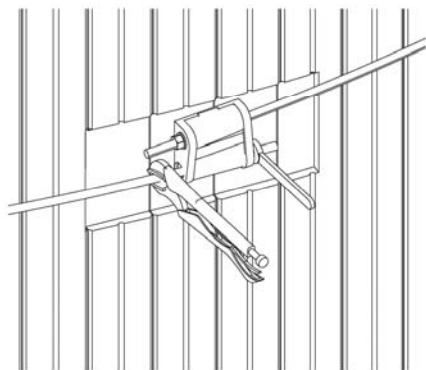

Figure 7.1
Il s'agit de serrer graduellement les câbles à chacune des attaches métalliques de câble (Y) en commençant par le bas. Tout au long du serrage des câbles, vérifiez les rayons et le niveau des murs et assurez-vous que les câbles soient parallèles entre eux au contour de la piscine. Tel que démontré à la figure 7.1, prenez une pince de type pince-étau pour tenir le câble et une clé à molette pour serrer les écrous (Z).